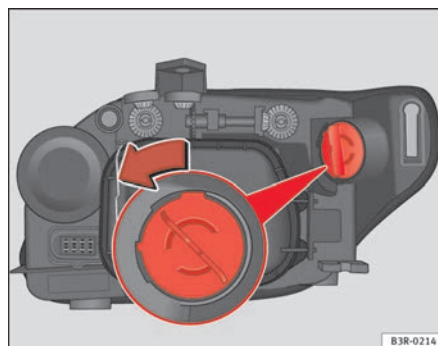

Fig. 202 Luz DRL (luz día)
- Gire el portalámparas en el sentido contrario a las agujas del reloj asiéndolo por la empuñadura ⇒ fig. 202 y extraiga el portalámparas y la lámpara.